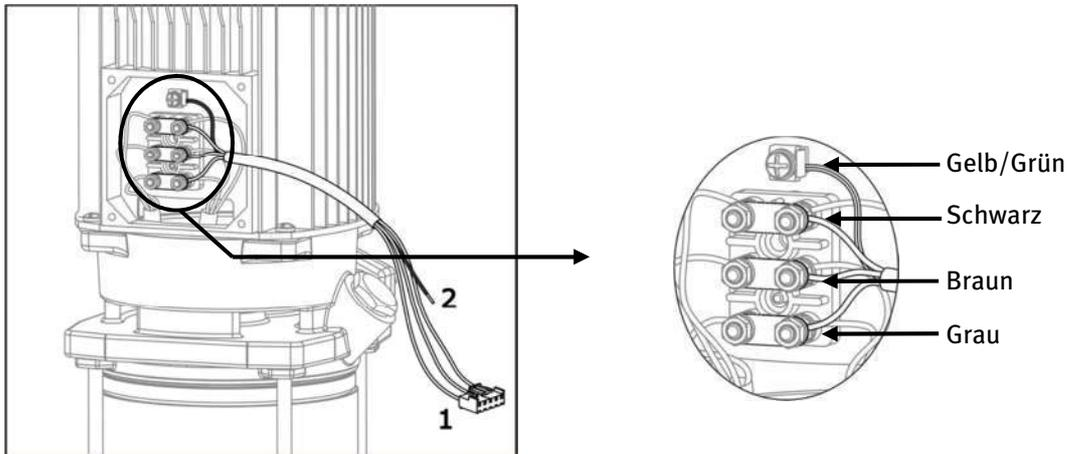

Abb. 1
3.2.1) Speeddrive mit Einphaseneingang (Abb. 1):